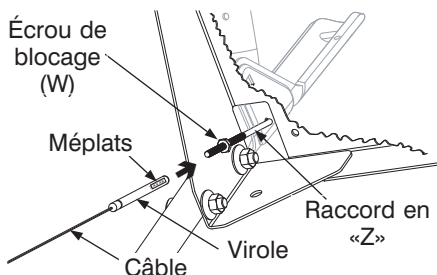

FIGURE 12 - Installation vue du dessous du panneau de commande.
- Filetez la virole, **sans tordre le câble**, sur le raccord en «Z» jusqu'à ce que le câble soit bien tendu, sans mou. Voir la Figure 12. **Ne tendez pas excessivement le câble.** Tenez les méplats de la virole avec une pince et **serrez** l'écrou de blocage contre la virole.